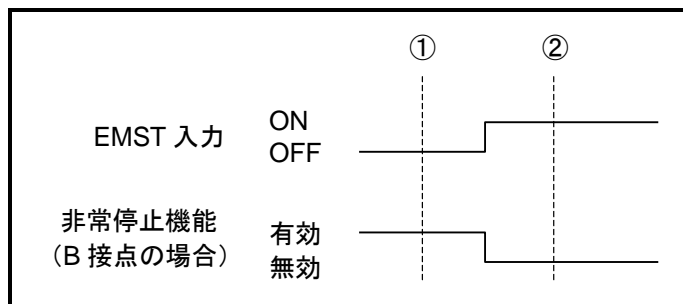

図 A-3：EMST 入力の ON/OFF と接点極性
- ◇ たとえば，EMST 入力：非常停止 は工場出荷時に B 接点となっています。「図 A-3：EMST 入力の ON/OFF と接点極性」の①の状態では，入力信号は OFF ですが，非常停止機能は有効となります。
②の状態では，入力信号は ON ですが，非常停止機能は無効となります。
- ◇ 「図 A-3：EMST 入力の ON/OFF と接点極性」の①・②の時点において，モニタ IO0，IO1 の読み出し結果を比較すると「表 A-2：EMST 入力 が B 接点の場合のモニタ IO0・IO1 の表示」のようになります。